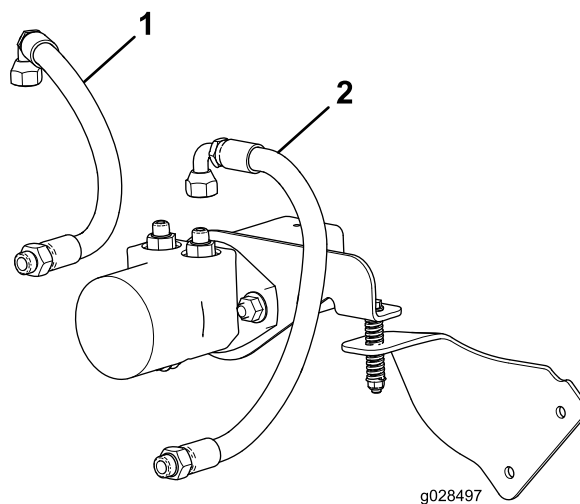

Figura 4
3. Serrate i raccordi sui raccordi a 90 gradi dei 2 flessibili idraulici sui 2 raccordi dritti (Figura 4) a una coppia compresa tra 50 e 64 Nm.